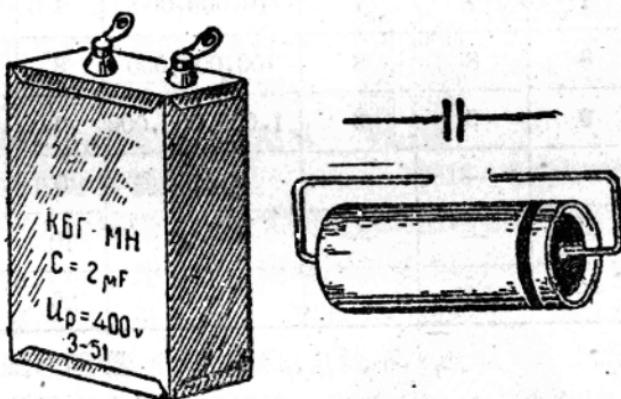

图11 紙質电容器
1. 紙質电容器 如图11所示，外边套有絕緣管，两端封上石腊，以防止湿气侵入。有一端的紙壳上印有顏色的圓圈，表示这个引出綫是接外层的极板。如电容器作傍路时，那么这一端通地就有靜电隔离作用。电容量和耐电压标明在电容器上，电容量是用微法 ( $\mu f$ ) 作单位，耐压用直流伏特作单位，如果用在交流电路中，那么这个电压值必須除以1.5才能不发生危險，例如500伏直流电压的电容器只能用在330伏以内的交流电路中，如果用在500伏交流电路中，那么这个电容器就有打穿的危險。大容量紙質电容器，是把几个电容单位并联地装在密封的鐵匣內的，这样可以防止靜电感应和湿气侵入。它的两端引出綫是用焊片或接綫柱固定的。紙質电容器侵入湿气就容易漏电，平时应保持干燥。